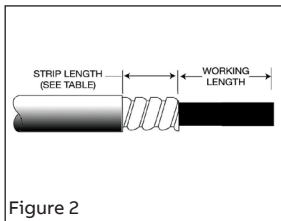

Figure 2
- Couper la gaine extérieure afin d'obtenir la bonne longueur d'armure à dénuder selon le tableau (Figure 2).